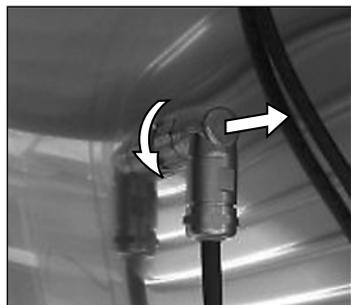

Abb. 34 Bajonettverschluss lösen und Stecker abziehen
1. Anschlussstecker der Lichtkassette im Innenraum lösen. Dazu Bajonettverschluss nach links drehen und Stecker herausziehen (Abb. 34).